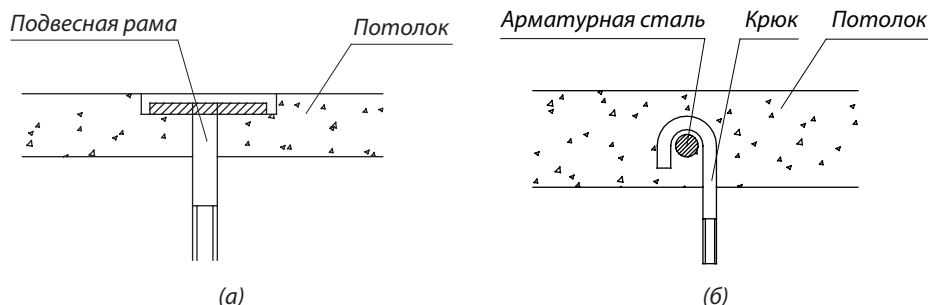

Рис. 6. Крепление блока к потолку
- (6) Если необходимо минимизировать шум в помещении, рекомендуется установить внутри воздуховодов шумоглушители. За подбором шумоглушителя обратитесь к специалисту. Обычно шумоглушитель может снизить уровень шума в воздуховодах на 4–6 дБ.
- (7) Если установлен электронагреватель, настройте его работу таким образом, чтобы он работал только когда работает вентилятор. Воздуховоды в пределах 800 мм от электронагревателя и воздуховоды, проходящие через помещения, где имеются источники огня, должны выполняться из негорючих материалов.
- (8) Фильтрующий элемент требуется периодически менять. Поэтому необходимо предусмотреть определенное расстояние с одной стороны блока для обслуживания.
- (9) Перед установкой необходимо предварительно встроить стальную подвесную раму. Ее тип и параметры зависят от веса приточной установки. В случае проекта по реконструкции просверлите в потолке отверстия для подвесной рамы (Рис. 6(а)). Если отверстия просверлить невозможно, используйте в качестве подвесной рамы арматурную сталь внутри бетонного потолка (Рис. 6(б)).